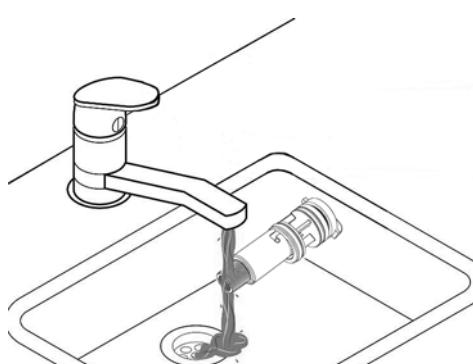
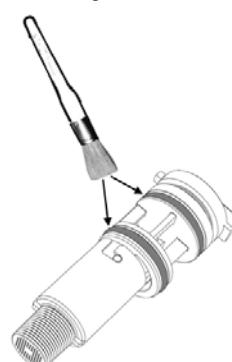

fig. 48
fig. 49
- În acest mod se poate curăța debitmetrul (vezi fig. 48 și fig. 49) sau înlocuiți componente.